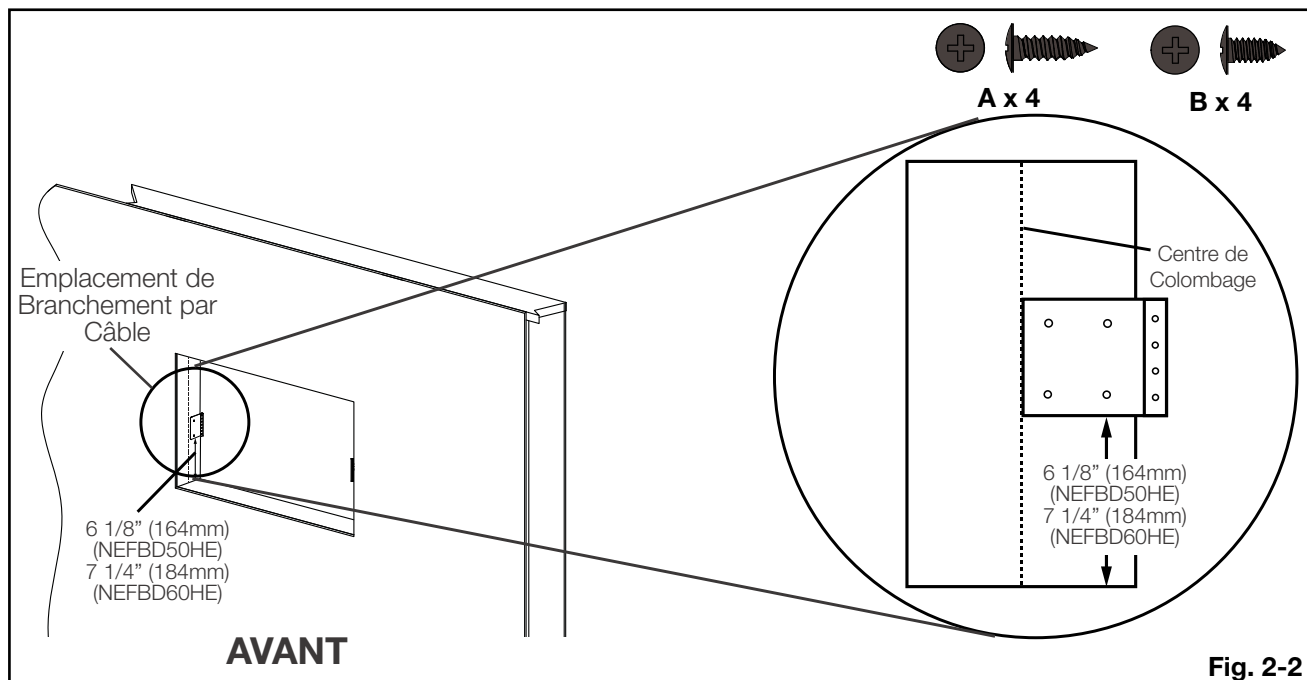

Fig. 2-2
L'installation utilise 2 supports de montage dans les coins opposés. En regardant le colombage du centre de l'ouverture, les supports vont étendre au droit (**Fig. 2-2**).
- F. Marquez le centre du profondeur du mur sur le colombage vertical et installez les supports de montage en alignant le bord du support avec le marquage du centre. Mesurez 6 1/8" (164mm) (NEFBD50HE) / 7 1/4" (184mm) (NEFBD60HE) du bas du support au bas de l'ouverture (**Fig. 2-2**).